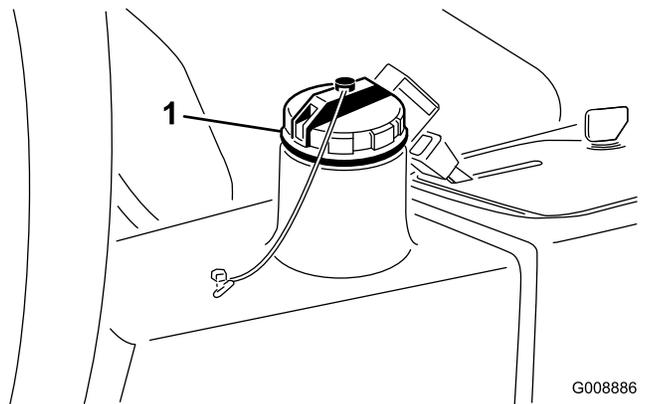

Figura 80
4. Encha o reservatório (Figura 80) com aproximadamente 13,2 litros de fluido hidráulico; consulte Verificação do sistema hidráulico \(página 25\).